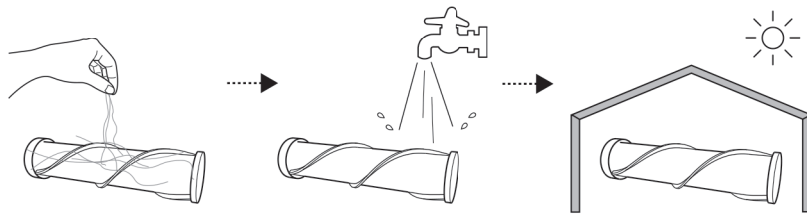

FIG. 21
4. Wyczyść szczotkę obrotową za pomocą nożynek lub innych narzędzi, oplucz, a następnie pozostaw do wyschnięcia na powietrzu (RYS. 21)